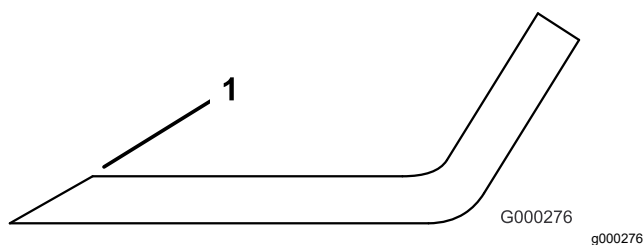

Figura 86
3. Esaminate l'affilatura di tutte le lame e affilate se risultano smussate o scheggiate (Figura 86).
Nota: Affilate soltanto la parte superiore del tagliente e mantenete l'angolo di taglio originale per garantire l'affilatura (Figura 86). La lama